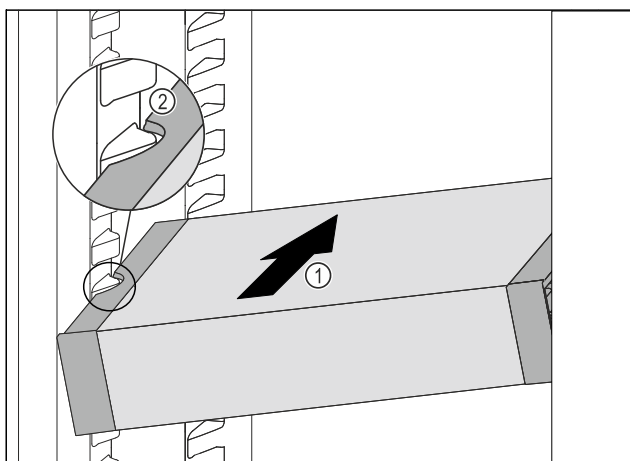

Fig. 88
- VarioSafe schuin in het koelgedeelte schuiven *Fig. 88 (1)*, tot de uitsparingen aan de zijkant *Fig. 88 (2)* van de VarioSafe op de hoogte van de rib in het koelgedeelte zitten.